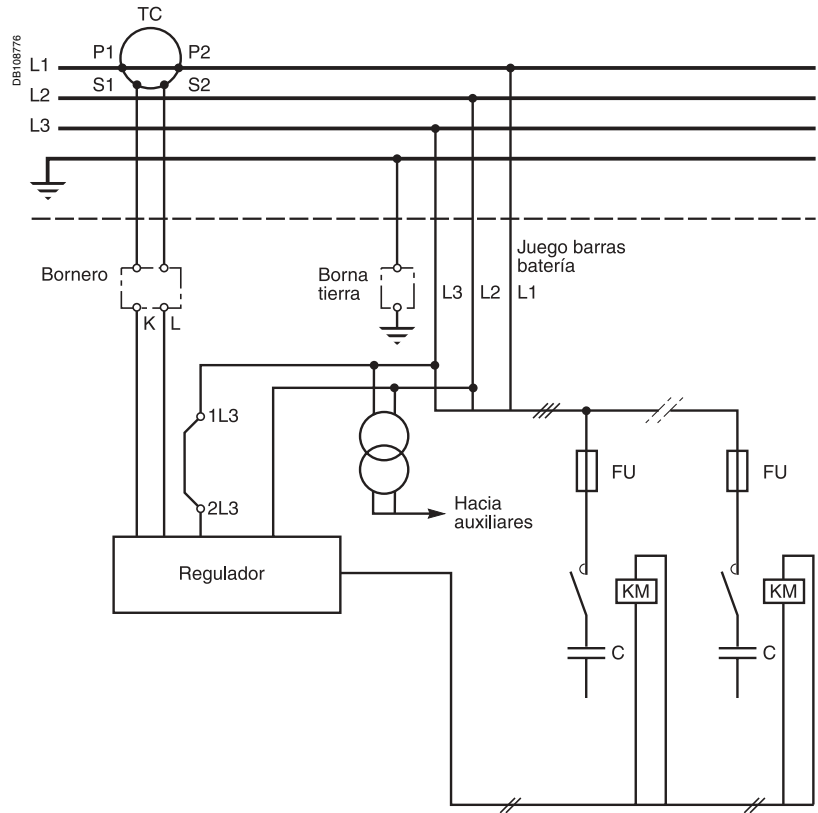

Fig. 4: esquema eléctrico de principio, cofrets estándar.
La conexión eléctrica se hace según los esquemas eléctricos (página 4, fig. 4 y 5). Para la conexión de potencia hay que prever un elemento de protección si es necesario.
- conectar las informaciones procedentes del TI, S1 en el borne K y S2 en el borne L de la regleta de bornes (fig. 4, 5 y 6).
- 2 bornes con la ref. 1L3 y 2L3 son conectados mediante el puente A
- abrir este circuito para insertar un contacto normalmente cerrado procedente de la instalación (ver página 4 fig. 4).